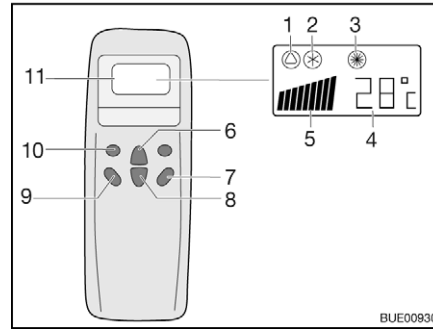
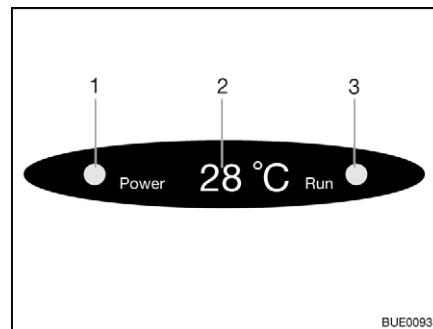

Fig. 202 Telecomando
Fig. 203 Display su diffusore
- Premere il tasto "ON/OFF" (Fig. 202,7).
- Premere il tasto "Mode" (Fig. 202,10) spesso, finché la modalità desiderata (Fig. 202,1, 2 o 3) viene visualizzata sul display. La spia di controllo relativa sul display sul diffusore (Fig. 203,3) si accende.
- Con i tasti di aumento della temperatura (Fig. 202,6) o di riduzione della temperatura (Fig. 202,8) regolare la temperatura desiderata.
- Con il tasto numero di giri ventola (Fig. 202,9) selezionare il livello desiderato per la ventola.